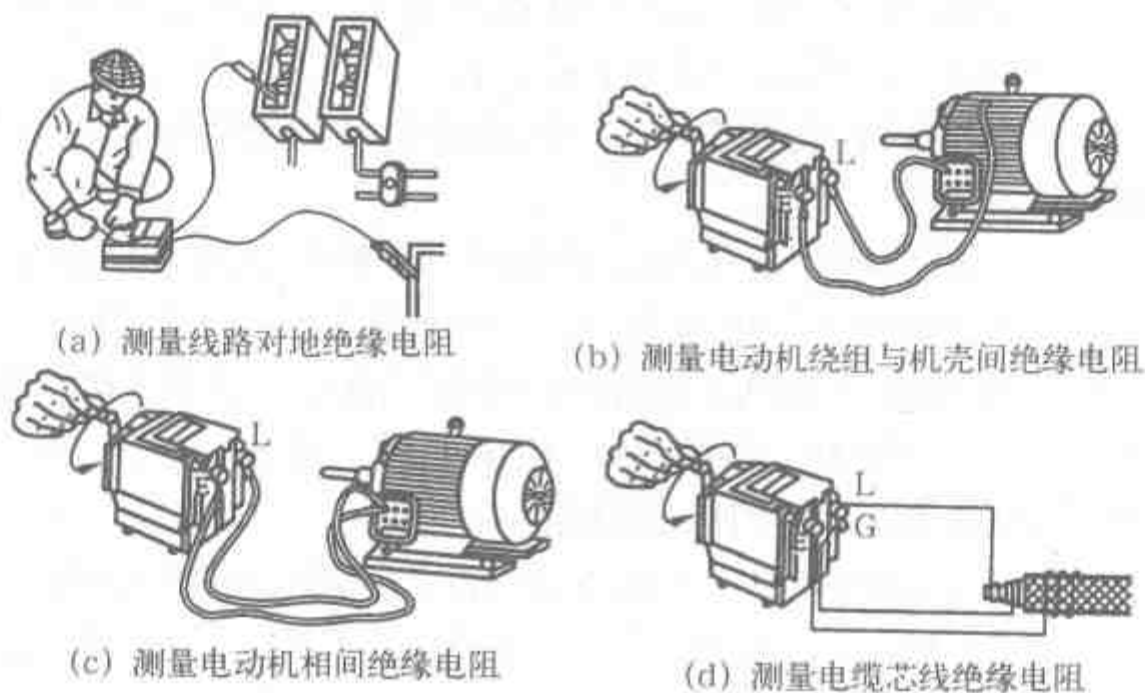

图 1-28 兆欧表测量绝缘电阻的接线
(6) 兆欧表接线柱与被测设备之间的连接导线，不可使用双股绝缘线、平行线或绞线，而应选用绝缘良好的单股铜线，并且两条测量导线要分开连接，以免因绞线绝缘不良而引起测量误差。
(7) 兆欧表上有分别标有“接地 (E)”、“线路 (L)”和“保护环 (G)”的三个端钮。测量线路对地的绝缘电阻时，将被测线路接于 L 端钮上，E 端钮与地线相接，如图 1-28 (a) 所示。测量电动机定子绕组与机壳间的绝缘电阻时，将定子绕组接在 L 端钮上，机壳与 E 端连接，如图 1-28 (b) 所示。测量电动机或电器的相间绝缘电阻时，L 端钮和 E 端钮分别与两部分接线端子相接，如图 1-28 (c) 所示。测量电缆芯线对电缆绝缘保护层的绝缘电阻时，将 L 端钮与电缆芯线连接，E 端钮与电缆绝缘保护层外表面连接，将电缆内层绝缘层表面接于保护环端钮 G 上，如图 1-28 (d) 所示。